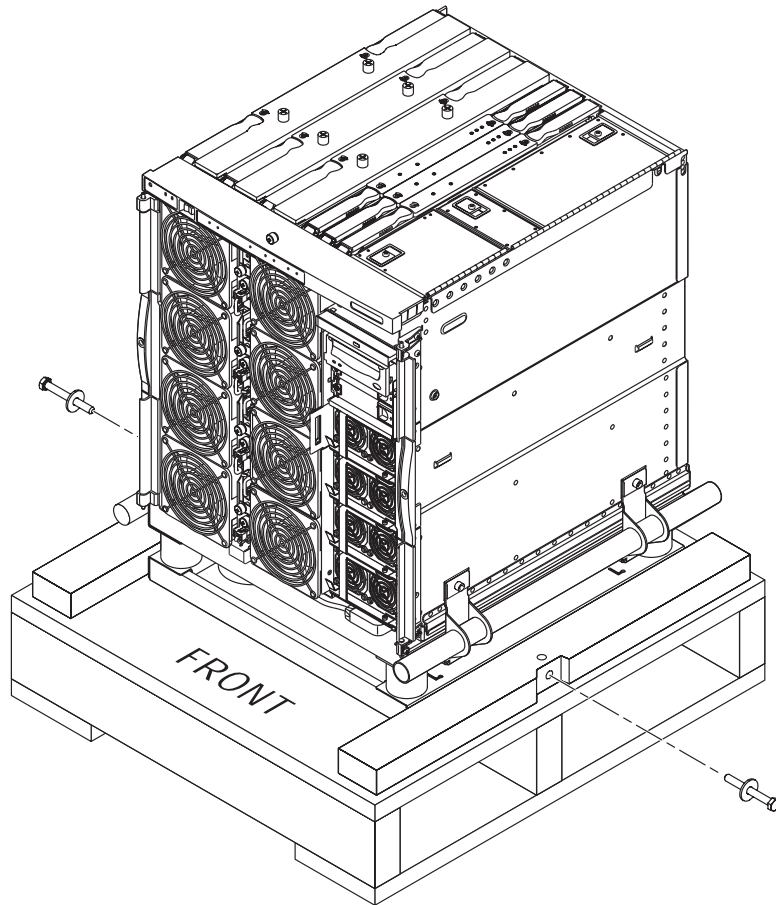

FIGURA 1-7 Extracción de los tornillos del soporte de envío
2. Retire los tornillos del soporte de envío (FIGURA 1-7).